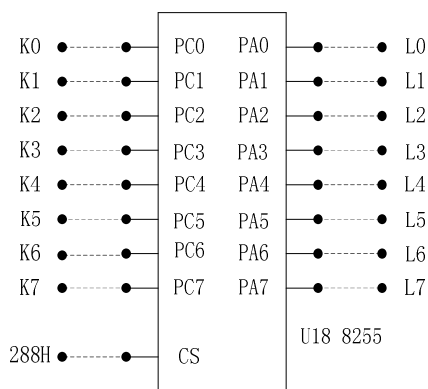

图4-1
- 1、实验电路如图4-1，8255C口接逻辑电平开关K0~K7，A口接LED显示电路L0~L7。